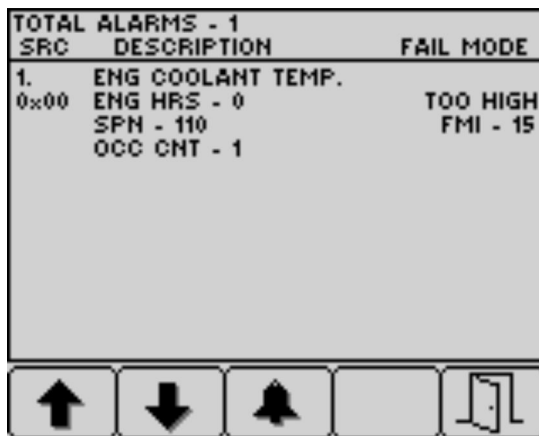

Рисунок 39
4. Чтобы выйти из списка действующих неисправностей и вернуться на начальный экран, нажмите кнопку 5. (Рисунок 39).
5. Чтобы выйти из списка действующих неисправностей и вернуться на начальный экран, нажмите кнопку 5; см. Рисунок 39 в разделе Информационные сообщения по двигателю \(страница 40\).